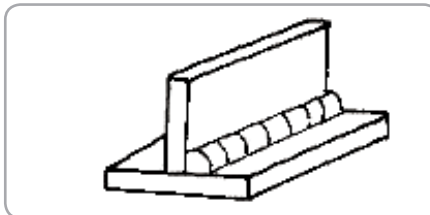

Fig.20
- îmbinări cu cusaturi continue (fig.20):